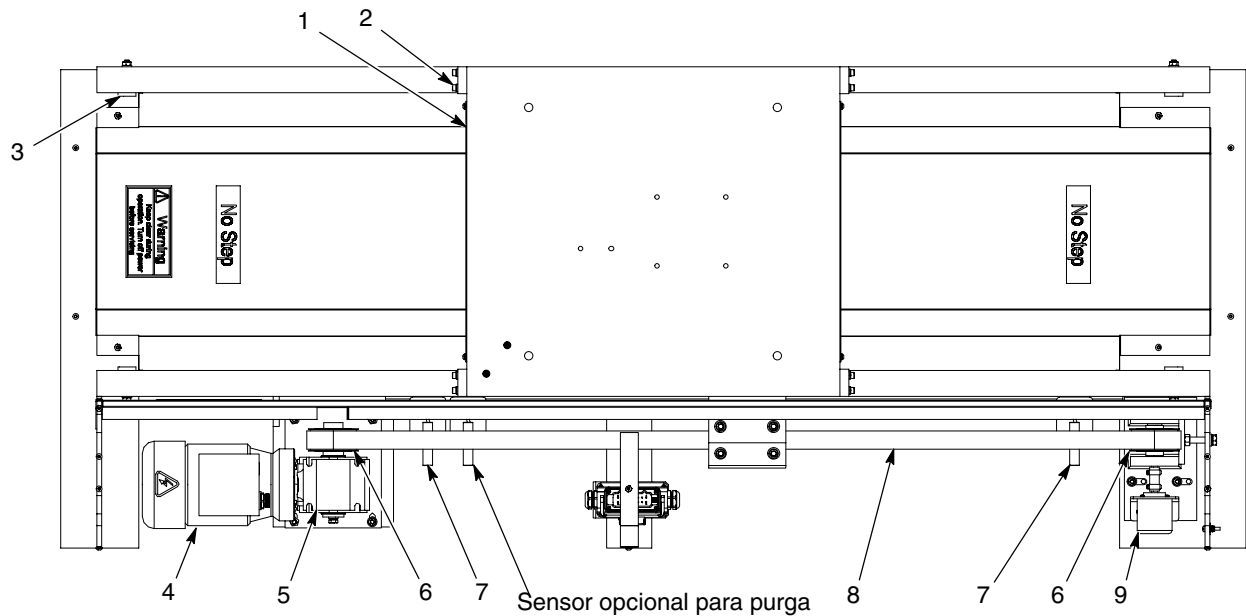

Figura 14 Manutenção do posicionador
Consulte a figura 14, item 8.
Consulte a figura 14, itens 4 e 5.